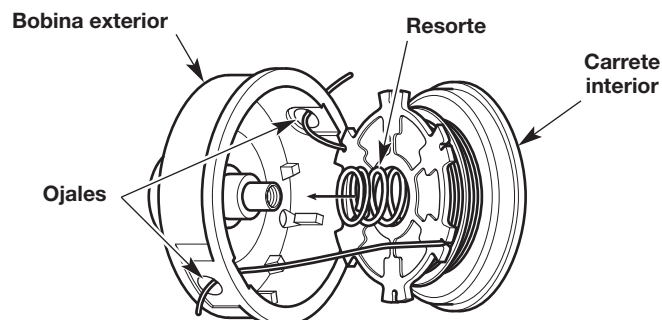

Fig. 20
1. Pase los extremos de los hilos a través de los ojales de la bobina exterior (Fig. 20).
2. Coloque el resorte dentro del carrete interior (Fig. 20).
3. Inserte el carrete interior dentro de la bobina exterior (Fig. 20). Oprima el carrete interior y la bobina exterior uno contra otro.